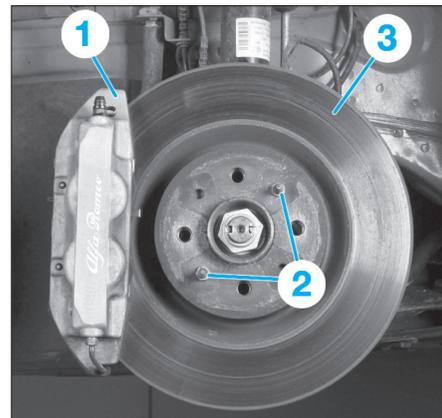

Fig. 8
- Procéder à la dépose de l'étrier de frein (1), sans débrancher le flexible de frein (voir opération concernée).
- (Fig.8).
- les deux vis de maintien (2) du disque (3),
- le disque de frein (3).